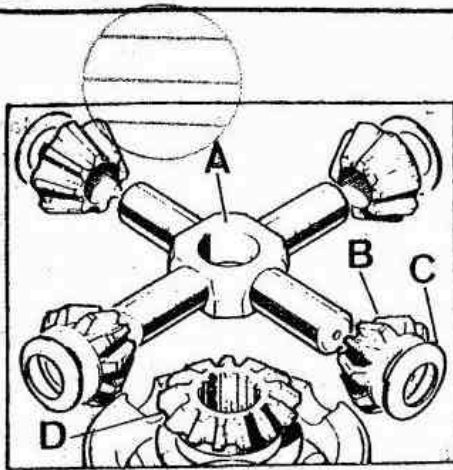

Fig. E-76 Eje de satélites y satélites
- 1.11. Extraer el eje satélites, A (Fig. E-76) y satélites, B, así como las arandelas, C, y planetario, D.